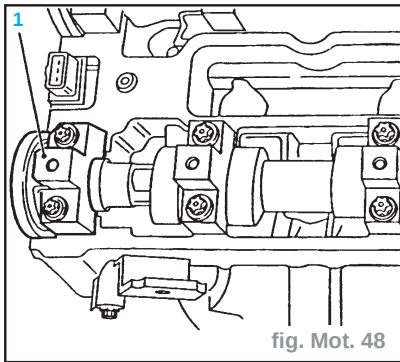

fig. Mot. 48
- Enduire les surfaces de contact du palier guide (1) avec un produit d'étanchéité (fig. Mot. 48).